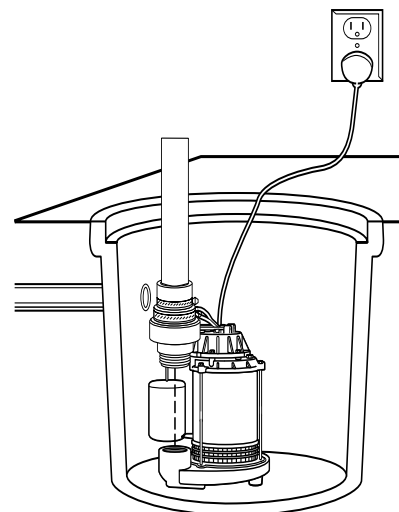

Figure 2 – L'installation de la pompe submersible
- Construisez une fosse de puisard en béton, acier ou plastique d'une profondeur de 24 po (60,96 cm) et d'au moins 11 po (27,94 cm) de diamètre (Figure 2). S'il y a déjà un puisard, assurez-vous qu'il soit de la bonne taille.